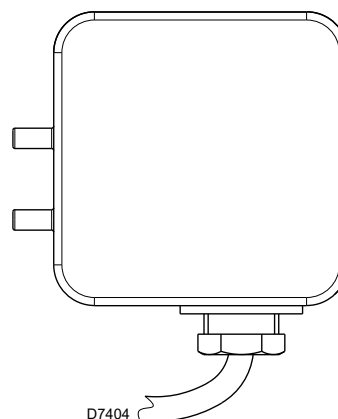

Fig. 22
- Régler le pressostat d'air (Fig. 22) en début d'échelle.
Effectuer le réglage du pressostat air (Fig. 22) après avoir effectué tous les autres réglages du brûleur avec le pressostat air réglé en début d'échelle.